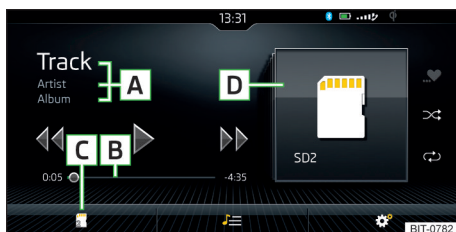
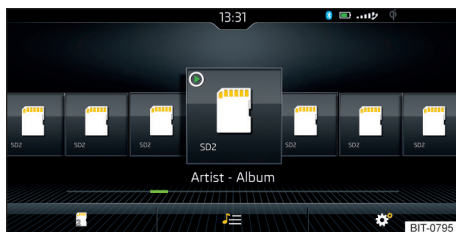

Abb. 182
Abb. 183
Hauptmenü » Abb. 182
Durch Fingerberührung im Bereich **D** » Abb. 182 wird eine Albenübersicht angezeigt » Abb. 183. Die Bewegung innerhalb der Albenübersicht kann erfolgen, indem ein Finger über den Bildschirm nach rechts/links bewegt wird. Nach 10 s seit der letzten Betätigung wird das Hauptmenü angezeigt.
- Im Hauptmenü *Medien* die Funktionsfläche **C** » Abb. 182 auf Seite 157 antippen und die gewünschte Audioquelle wählen.
Wiedergabe des aktuellen Titels von dessen Anfang an	Antippen von << nach 3 s ab dem Start der Titelwiedergabe Fingerbewegung nach rechts im Bildschirmbereich A » Abb. 182 auf Seite 157 nach 3 s ab dem Start der Titelwiedergabe
Fingerbewegung nach rechts im Bildschirmbereich [A] » Abb. 182 auf Seite 157 innerhalb von 3 s nach dem Start der Titelwiedergabe
Fingerbewegung nach links im Bildschirmbereich [A] » Abb. 182 auf Seite 157
Die Bewegung innerhalb des Titels ist durch Fingerberührung der Zeitachse [B] » Abb. 182 auf Seite 157 möglich.